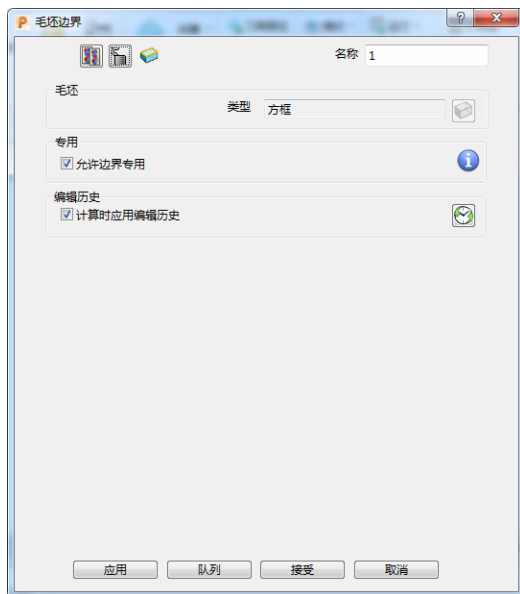

图 1-54
(1) 毛坯边界 计算毛坯在 XOY 平面上的轮廓线边界，边界的形状和尺寸大小取决于毛坯的形状和尺寸。在创建边界子菜单中选择“毛坯”，打开“毛坯边界”表格，如图 1-54 所示。